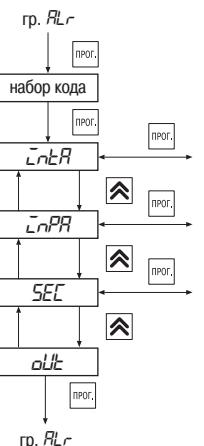

Рис. 19
6.2.2.6. Группа «**RLr**» предназначена для установки параметров защитного отключения (рис.19). Код доступа для этой группы «44».